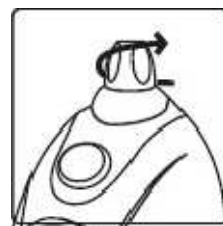

fig.4
2. Dévissez la vis de fixation de la tige de la base du T8S. (fig.4)